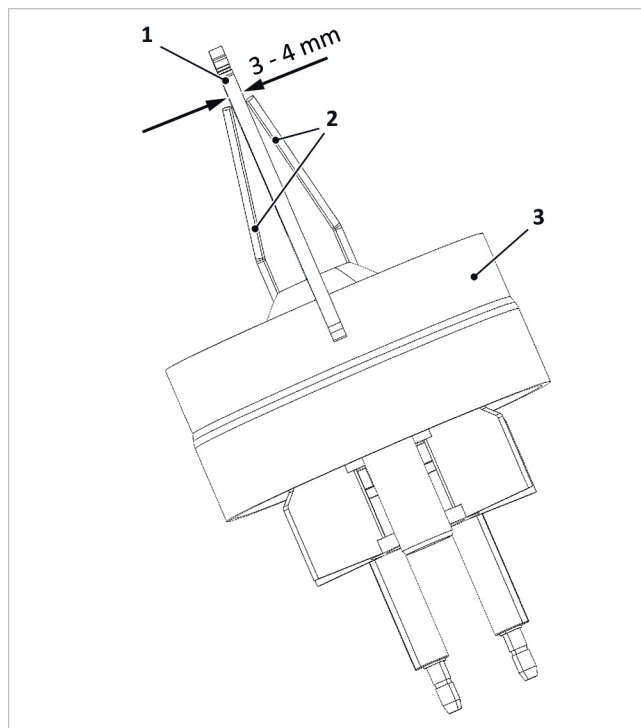

Abb. 26: Abstand Zündelectroden prüfen
3. Abstände der Electroden wie in → Abb. 26 gezeigt kontrollieren, ggf. durch Biegen korrigieren.